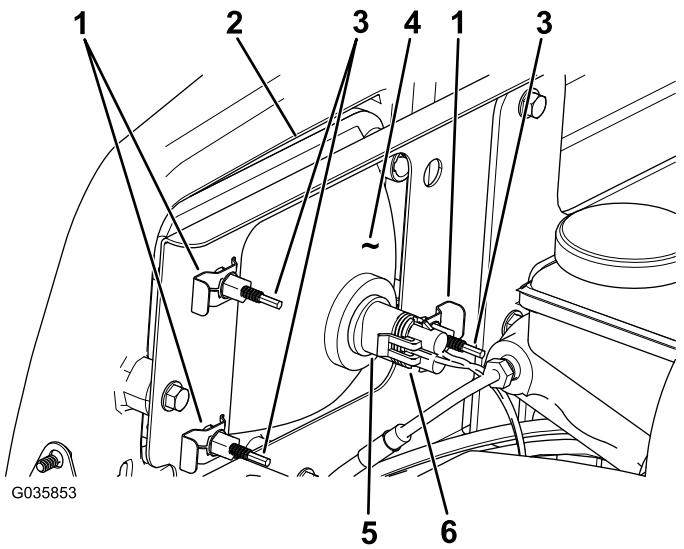

Figure 41
- Déposez les clips rapides qui fixent le phare à son support (Figure 41).
- Sortez le phare en le déplaçant vers l'avant à travers l'ouverture dans le pare-chocs avant (Figure 41).
- Montez le phare neuf par l'ouverture dans le pare-chocs (Figure 41).
- Branchez le connecteur électrique de faisceau sur le connecteur de l'ampoule (Figure 41).
- Débranchez le connecteur électrique de faisceau du connecteur du phare (Figure 41).
- Au dos du phare, tournez les vis de réglage (Figure 41) pour orienter le phare et aligner la position de son faisceau.